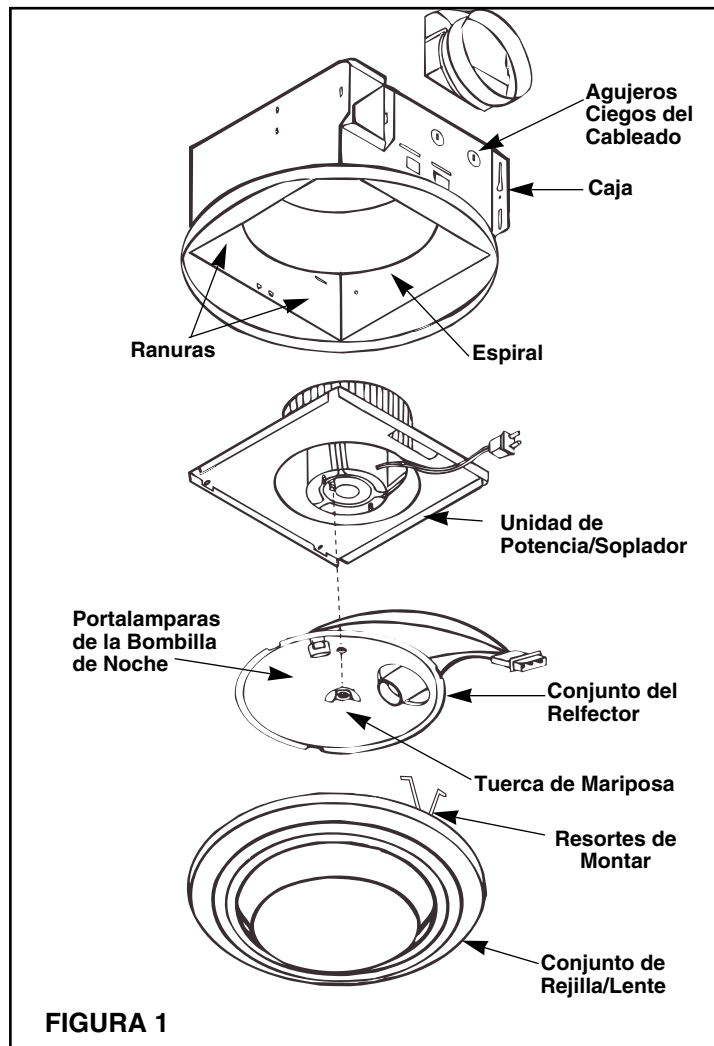

FIGURA 1
1. Refiérase a la Figura 1. Saque el conjunto de unidad de potencia/soplador de la caja.
1. Refiérase a la Figura 1. Coloque el collarín del conducto sobre las bridas en la abertura de descarga del ventilador. Fije el collarín encajando las lengüetas a presión en las ranuras de las bridas.
1. Refiérase a la Figura 1. Coloque la unidad de potencia/soplador en la caja para que las lengüetas de la placa de montaje se inserten en las ranuras de la caja.
4. Refiérase a la Figura 1. Saque la unidad de potencia/soplador de la caja.